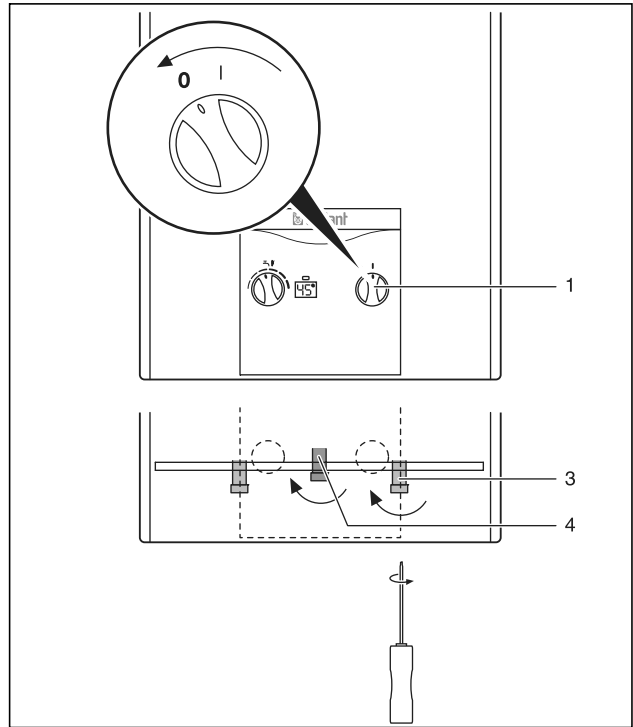

图 4.5 关闭设备
- 旋转电源主开关 (1) 至位置 (0)。
- 在设备的燃气管 (4) 上顺时针方向将阀门手柄旋转到底(旋转四分之一圈) 关闭燃气锁闭阀门。
- 用螺丝刀顺时针方向旋转设备冷水管 (3) 上的阀门使之关闭。
- 当您调整温度时，设置值显示在显示屏 (2) 上。五秒钟后，显示屏返回标准模式 (显示供暖系统的当前注水压力)。
- 正常情况下，您可以通过旋钮 (1) 把供暖供水温度一直调整到最高 75℃。但是，如果您需要更高的供水温度，请咨询工程师并进行调整，使供暖系统能够提供您需要的更高温度热水。
- 若存在冰冻的危险，您必须排空燃气热水器内的水。此时您的自来水管有冰冻的危险。这时按照如下步骤操作 (参阅图 4.5)：
- 关闭电源开关 (1)。
- 关闭燃气管 (4) 上的燃气阀门。
- 用螺丝刀顺时针方向将设备冷水管 (3) 上的关闭阀旋转到底使之关闭，切断其与设备的连接。
(参阅图 4.5)：